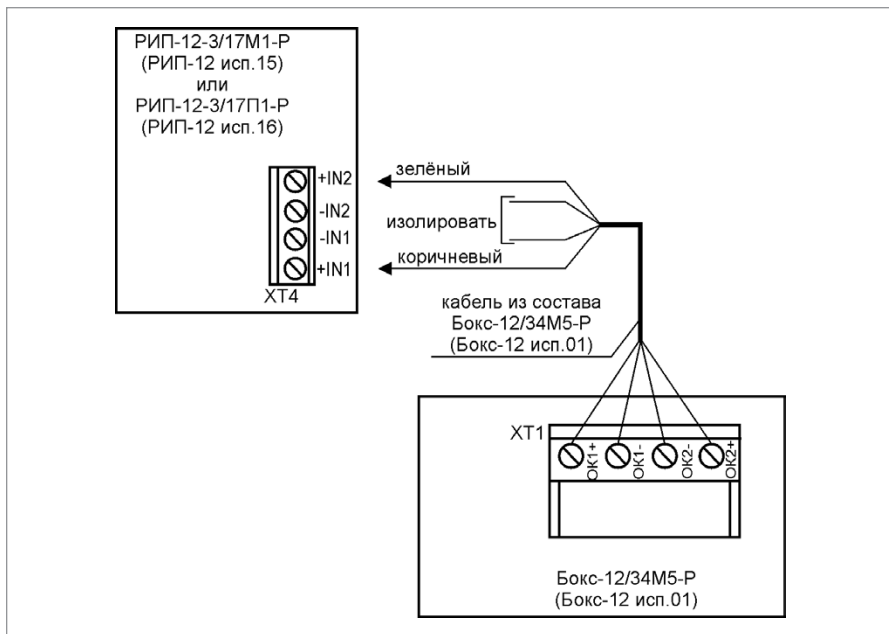

Рисунок 15. Схема подключения Бокс-12 исп.01 (Бокс-12/34М5-Р) / Бокс-24 исп.01 (Бокс-24/17М5-Р) к РИП
1. Схема подключения Бокс-12 исп.01 (Бокс-12/34М5-Р) (далее - Бокс) представлена на Рисунок 15. Кабель подключения Бокса к РИП входит в комплект поставки Бокса и подключен к колодке XТ1.
3. Схема подключения Бокс-24 исп.01 (Бокс-24/17М5-Р) (далее - Бокс) представлена на Рисунок 15. Кабель подключения Бокса к РИП входит в комплект поставки Бокса и подключен к колодке ХТ1.